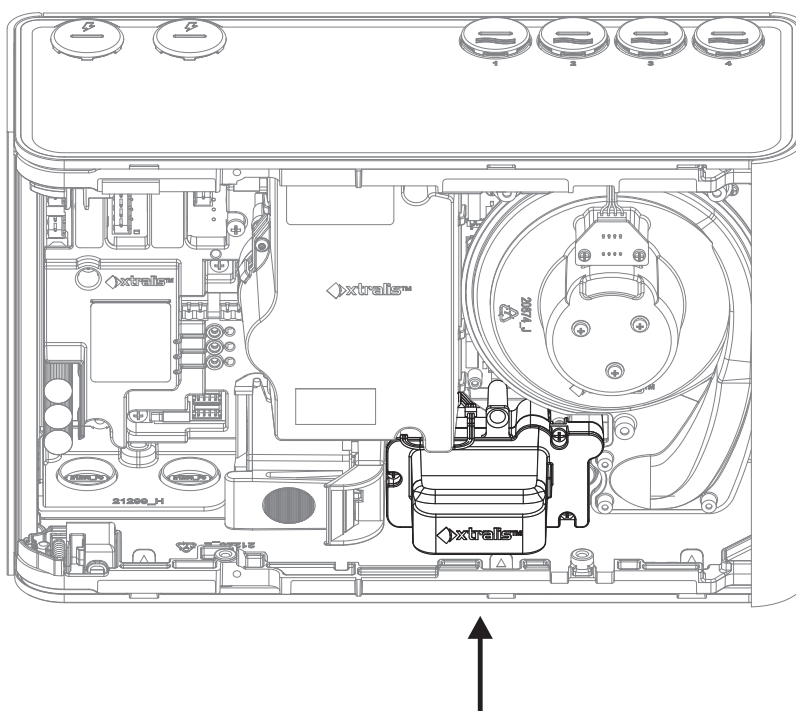

Figura 7-23: Reinstalación del módulo de muestreo
1. Presione firmemente el módulo de muestreo hacia el interior del detector, como indica la dirección de la flecha, de modo que la junta de goma del módulo de muestreo quede asentada sobre las tuberías del detector (Figura 7-23). Notará que el módulo se desliza hacia las tuberías.